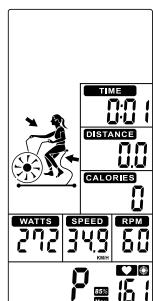

Figure 46
- ③ Bei Trainingsbeginn leuchtet MAX HR auf, 65% und 85% Herzfrequenz wechseln zur Anzeige. TIME/ DISTANCE/ CALORIES/ WATTS/ SPEED/ RPM berechnet den Trainingswert (Abbildung 46).
- ③ When start workout, MAX HR lights up, 65% & 85% Heart rate will switch to display. TIME/ DISTANCE/ CALORIES/ WATTS/ SPEED/ RPM will calculate workout value (Figure 46).